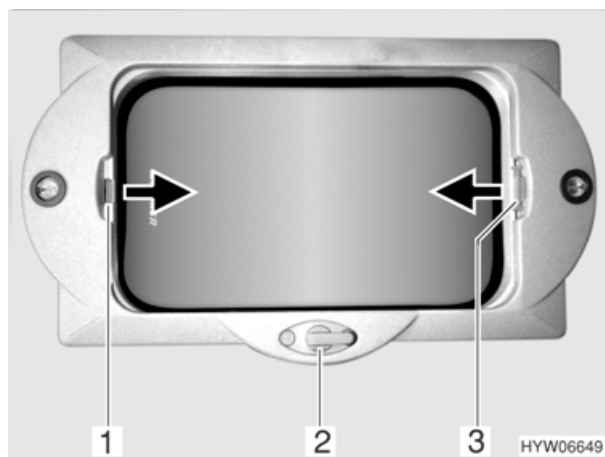

Bild 34 Kurbelhub-Dachlüfter
- Den Kurbelhub-Dachlüfter je nach Drehrichtung mit der Dachlüfterkurbel (Bild 34,2) heben (öffnen) oder senken (schließen). Die Verstellbarkeit ist beliebig.
- Faltverdunklung (Bild 34,3) bis zur gewünschten Position in Pfeilrichtung ziehen. Die Faltverdunklung bleibt in dieser Position stehen.
- Insektenschutzrollo (Bild 34,1) in Pfeilrichtung ziehen, bis es an der Faltverdunklung (Bild 34,3) anstößt.
- Griff am Insektenschutzrollo (Bild 34,1) drücken.